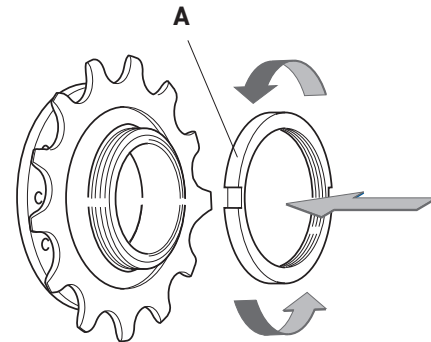

Fig.8
- Monter la bague (A - Fig. 8) sur le corps fileté du moyeu en la vissant à fond dans le sens inverse des aiguilles d'une montre.